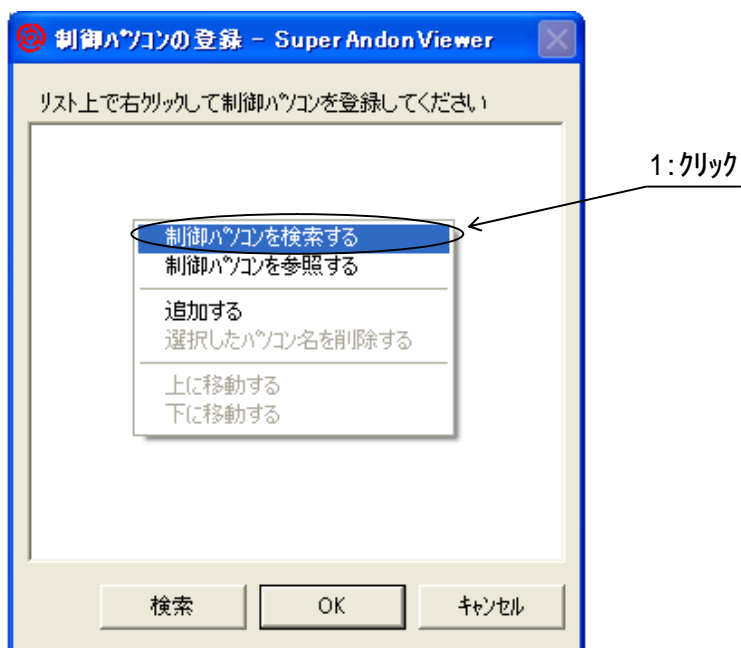

図 4-2-3
- (\*8) 画面の空白部を右クリックするとコンテキストメニューが表示されますが、その中の"制御パソコンを検索する"をクリックしても同じ動作となります。(図4-2-3)